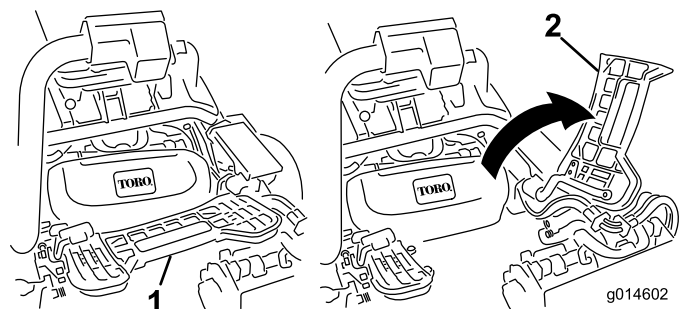

図 32
1. フット・レストを跳ね上げて開き、中央カッティングユニット取り付け位置へのアクセスを確保する（図 32）。